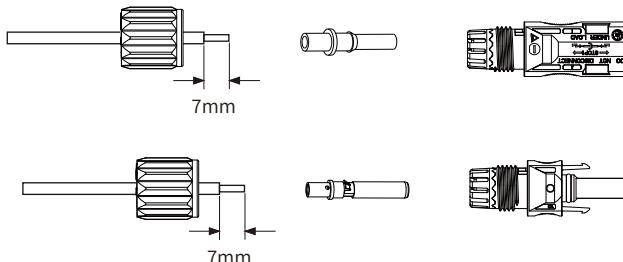

Abb. 3.3 Abschrauben der Überwurfmutter
- a) Das DC-Kabel ca. 7mm abisolieren, die Überwurfmutter des Steckers abschrauben (Abb. 3.3).